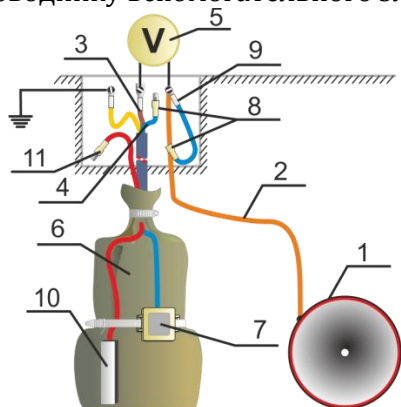

Рисунок 5 – Схема измерения разности потенциалов
8.1.1 Положительную клемму прибора присоединить к проводнику от трубопровода, отрицательную - к проводнику от электрода, разомкнуть перемычку (9) и проводник (4) от вспомогательного электрода с помощью разъема (8) (рис.5).